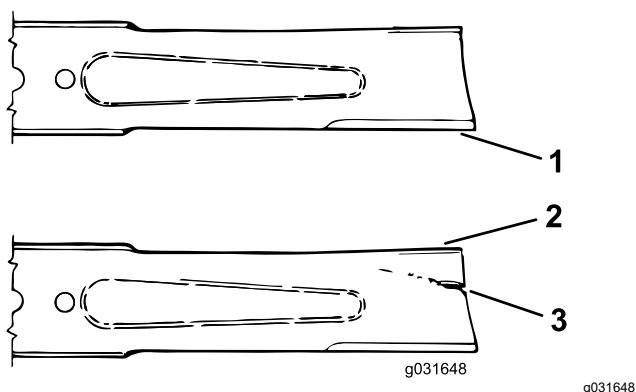

Figura 75
3. Examine cuidadosamente los extremos de corte de la cuchilla, sobre todo en el punto de reunión entre la parte plana y la parte curva de la cuchilla (Figura 75).